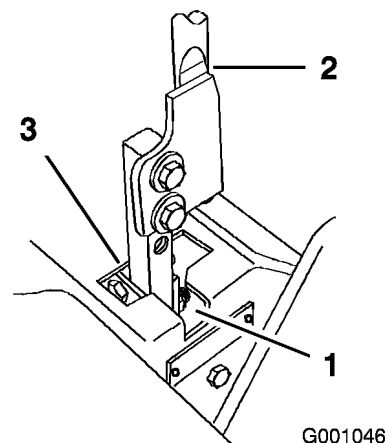

Figure 63
5. Placez le levier au point mort, **sans le verrouiller** (Figure 63).
de pivot) touche l'extrémité de la fente (c.-à-d. commence juste à appuyer sur le ressort) (Figure 63).
7. Vérifiez la position du levier par rapport au cran de la console (Figure 63). Il doit être centré de façon à pouvoir pivoter vers l'extérieur jusqu'à la position de verrouillage du point mort.